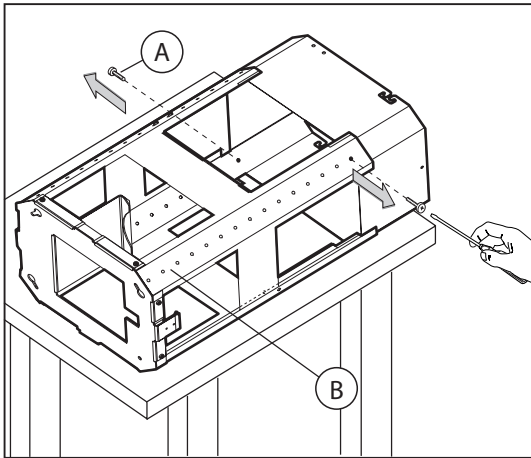

Fig.2 / 2. attëls
- Tag strukturen ud af emballagen og fjern de 2 skruer **A**, for at adskille den øverste del fra den nederste (Fig.2).